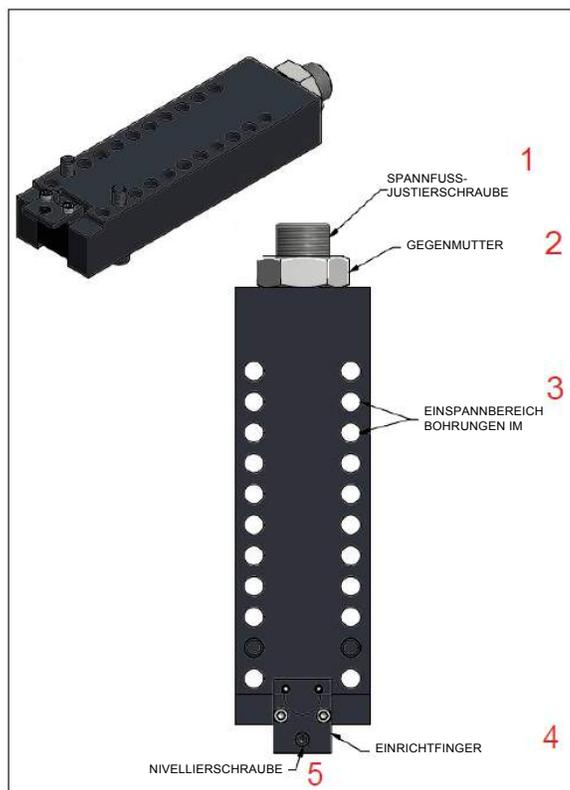

ABBILDUNG 3-6. FF3600 SPANNFUß-KOMPONENTEN
2. Wenn der Werkstückdurchmesser kleiner als 36,5" (927 mm) ist, befestigen Sie die Spannfüße an den Spannfüßen, wie in Abbildung 3-6 dargestellt.